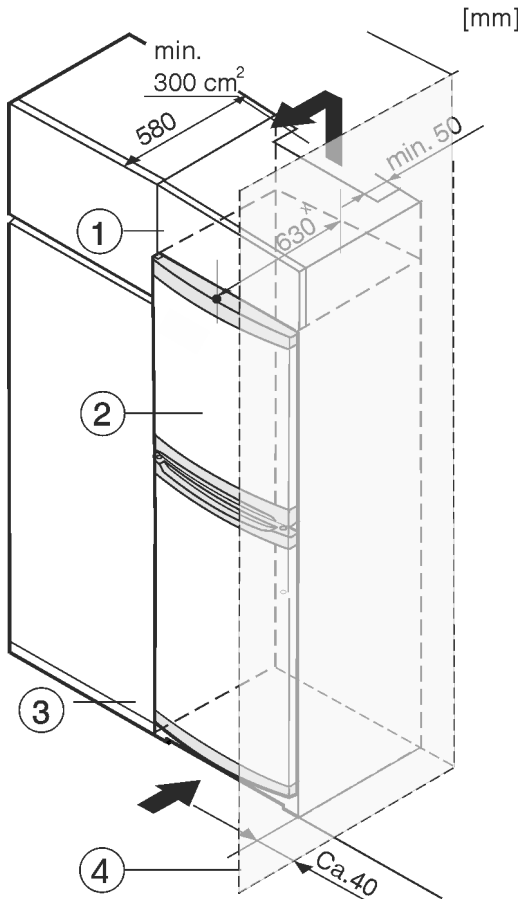

Fig. 8
- (1) Mobile da appoggio (3) Mobile da cucina
(2) Apparecchio (4) Parete
L'apparecchio può essere incassato in mobili da cucina. Per adattare l'apparecchio Fig. 8 (2) all'altezza della cucina componibile, è possibile applicare sopra l'apparecchio un mobile da appoggio Fig. 8 (1).
Per il montaggio tra due mobili da cucina (profondità max 580 mm) è possibile posizionare l'apparecchiatura direttamente accanto al mobile da cucina Fig. 8 (3). L'apparecchiatura sporge rispetto al frontale del mobile da cucina di 34 mm * ai lati e di 50 mm * al centro dell'apparecchiatura.
Se si installa l'apparecchiatura con le cerniere accanto a una parete Fig. 8 (4), la distanza tra l'apparecchiatura e la parete deve essere di almeno 40 mm, che corrisponde alla sporgenza della maniglia a porta aperta.